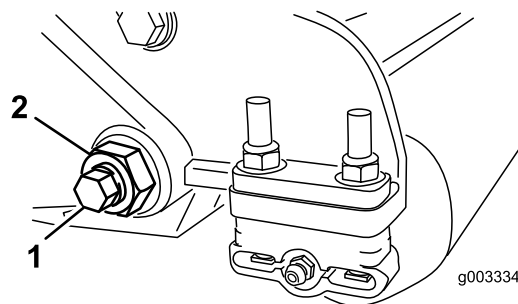
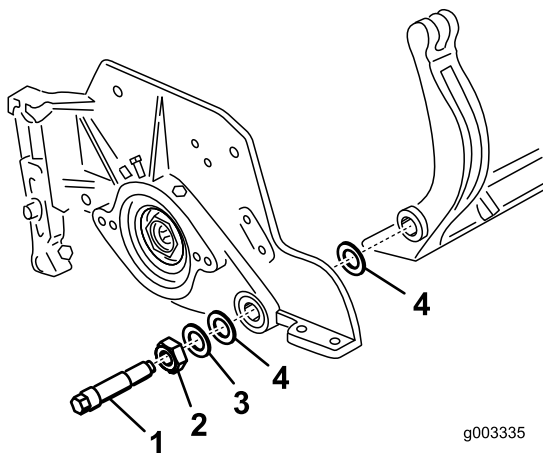

Figura 34
Figura 35
3. Su ciascun lato della macchina, allentate il dado di bloccaggio che fissa il bullone della barra di appoggio (Figura 34).
4. Togliete ciascun bullone della barra di appoggio consentendo alla barra di appoggio di essere tirata verso il basso e rimossa dal bullone della macchina (Figura 34). Considerate 2 rondelle in nylon e 1 rondella in acciaio stampato su ciascun lato della barra di appoggio (Figura 35).
2. Fissate la barra di appoggio su ciascuna piastra laterale mediante gli appositi bulloni (dadi sui bulloni) e 6 rondelle. Una rondella in nylon deve essere posizionata su ciascun lato della flangia di estremità della piastra laterale. Posizionate una rondella in acciaio all'esterno di ciascuna rondella in nylon (Figura 35). Serrate i bulloni a 37-45 Nm. Serrate i dadi di bloccaggio finché la rondella in acciaio esterna non cesserà di ruotare e il gioco di estremità verrà eliminato, ma non serrate eccessivamente o
9. Fissate la barra di appoggio su ciascuna piastra laterale mediante gli appositi bulloni (dadi sui bulloni) e 6 rondelle. Una rondella in nylon deve essere posizionata su ciascun lato della flangia di estremità della piastra laterale. Posizionate una rondella in acciaio all'esterno di ciascuna rondella in nylon (Figura 37). Serrate i bulloni della barra di appoggio a 37-45 Nm. Serrate i dadi di bloccaggio finché la rondella in acciaio esterna non cesserà di ruotare e il gioco di estremità verrà eliminato, ma non serrate eccessivamente o non deviate le piastre laterali. Le rondelle all'interno possono avere un gioco (Figura 35).